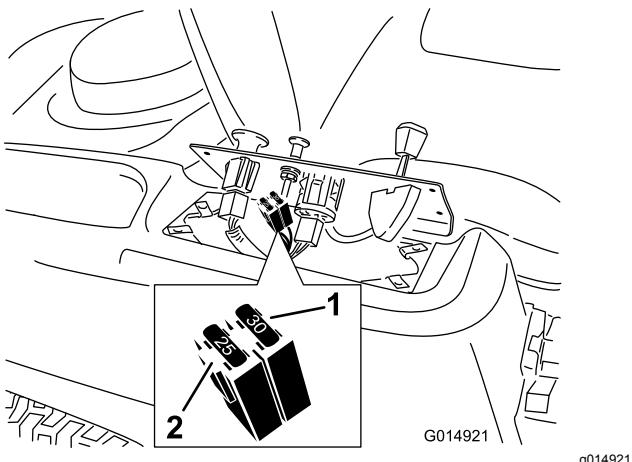

Figura 48
2. Sollevate la plancia per accedere al cablaggio preassemblato principale e al portafusibili (Figura 48).
3. Per sostituire un fusibile, tiratelo (Figura 48) estraetelo dall'attacco.